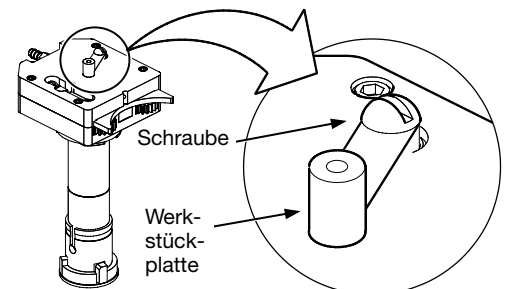

Abbildung 37 Trennen des Zahnriings vom Bürstenring
12. Stellen Sie sicher, dass die Schraube der Werkstückplatte festgezogen ist und keine übermäßige Oxidation aufweist. Siehe Abbildung 37. Die Werkstückplatte gegebenenfalls mit einem feinkörnigen Schleifkissen reinigen.